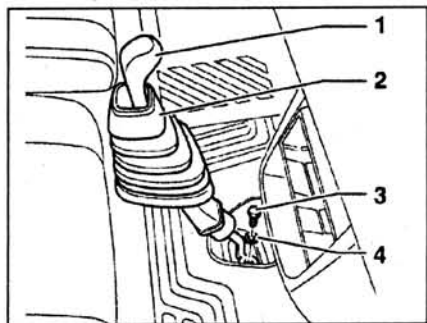

Рис. 4.13. Снимите защитный чехол 2 с рычага 1 и открутите болт 3 с шайбой 4.
1. Снимите защитный чехол 2 с рычага 1 и открутите болт 3 с шайбой 4 (рис. 4.13).